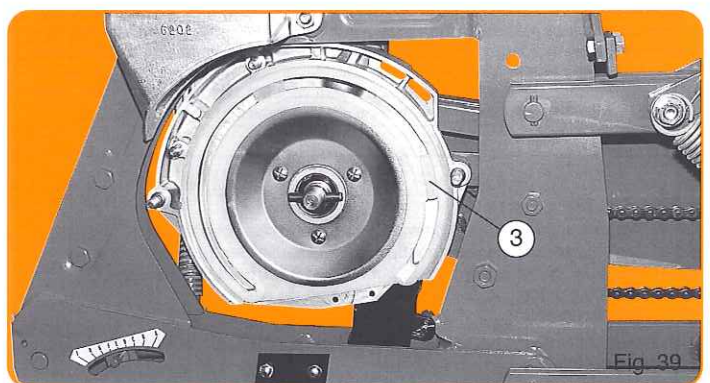

Fig. 39
Cet équipement est utilisable en 18 trous pour semis de maïs ou pour semis en poquets de coton-haricots... Avec la roue à ailettes, il faut supprimer la cale éjecteur du couvercle (voir pages 10-11), mettre en place un bouchon (3), (fig. 39) et employer une plaque de sélection spéciale mince.
For larger size seeds such as peanuts or kidney beans, a special ejector block and a better adapted seed selector are supplied with the seed disc on request. This metering box will also handle seed discs fitted on a traditional finger wheel (fig. 39).